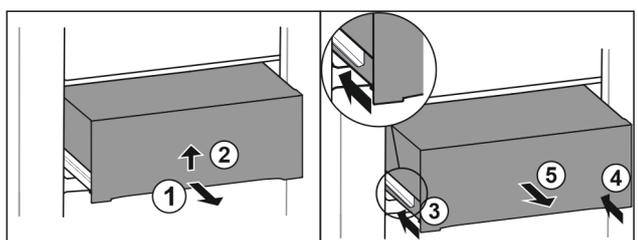

Fig. 56
- ▶ Tirer le tiroir jusqu'à mi-chemin. Fig. 56 (1)
- ▶ Soulevez le tiroir par le bas. Fig. 56 (2)
- ▶ Rentrer le rail de gauche. Fig. 56 (3)
- ▶ Rentrer le rail de droite. Fig. 56 (4)
- ▶ Retirer le tiroir par l'avant. Fig. 56 (5)